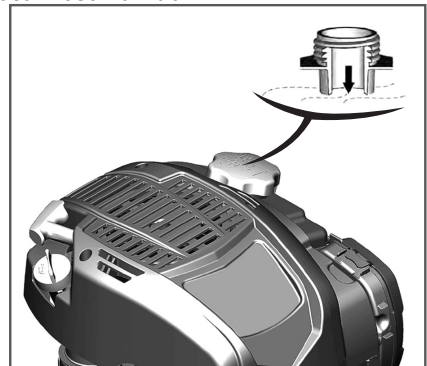

Рис. 12 Максимальный уровень топлива в топливном баке
Не заполняйте топливный бак полностью. Заливайте бензин в топливный бак до уровня, показанного на Рис. 12.
3. Залейте бензин в топливный бак при помощи специальной емкости или воронки до уровня, показанного на Рис. 12.